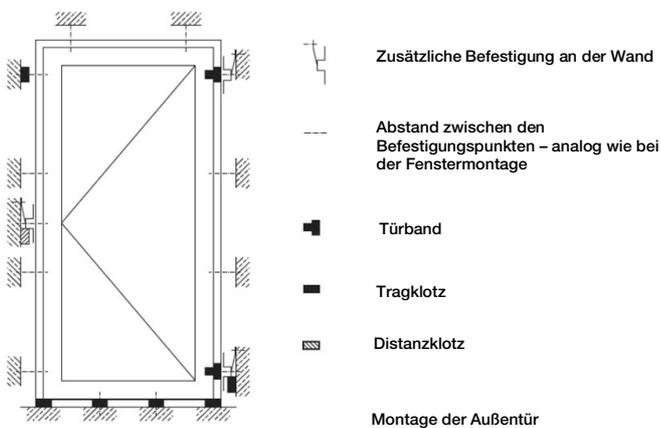

Abb. 1 PVC-Türen Stützmethod
- Außentüren sind dynamischeren Belastungen (z. B. einem starken „Türzuschlagen“) stärker ausgesetzt als statischen Belastungen. Zudem gibt es im Vergleich zu Fensterelementen weniger Verriegelungspunkte an der Tür. Daher sollten anstelle der Scharniere und des Schlosses zusätzliche Befestigungen und Türunterlagscheiben vorgesehen werden (Abb.1)